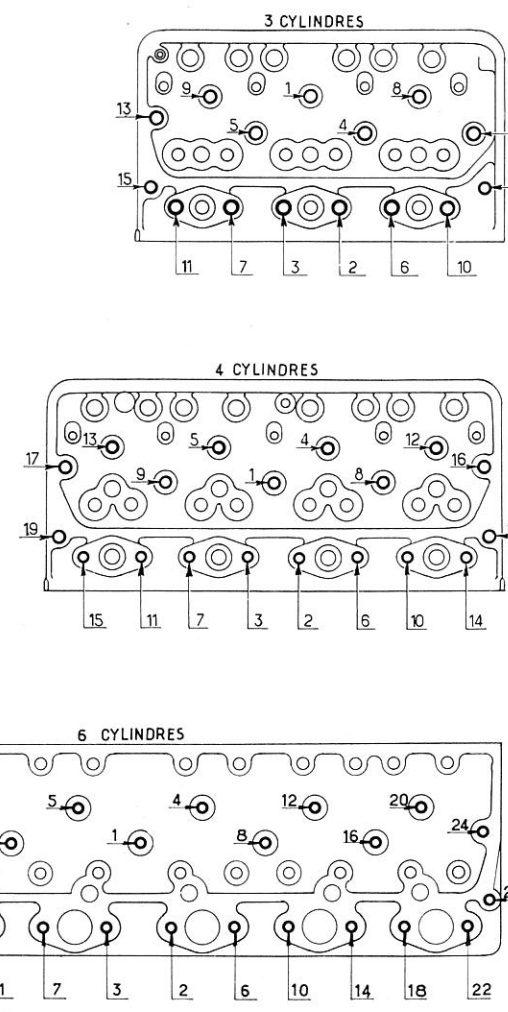

Fig. E1. — Ordre de serrage des écrous de culasse 3, 4 et 6 cylindres
- démonter les écrous de la culasse dans l'ordre inverse de celui qui est indiqué à la figure E1.
— Mettre les écrous de culasse et les serrer dans l'ordre au couple de 7,7 à 8,3 m.kg (Fig. E1).